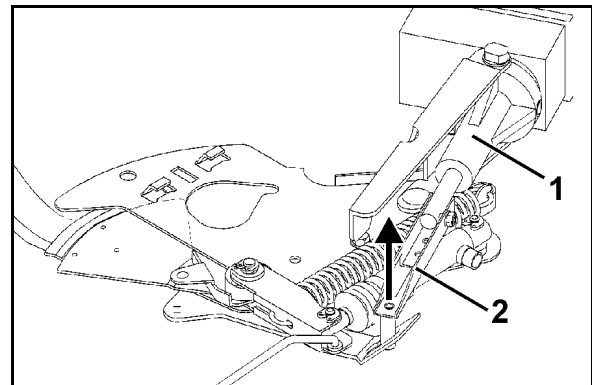

Fig. 14
4. Lyft ställmotorn (Fig. 14/1) och koppla från reglerstången (Fig. 14/2) från doseringsspjällets anslutning.